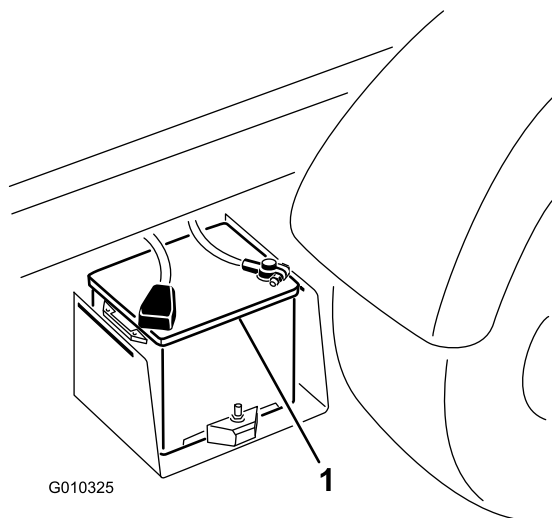

図 50
2. 2台のバッテリーのプラス端子同士をブースターケーブルでつなぐ図 50。端子を必ず確認すること。バッテリーカバーの「」の印で確認できることが多い。